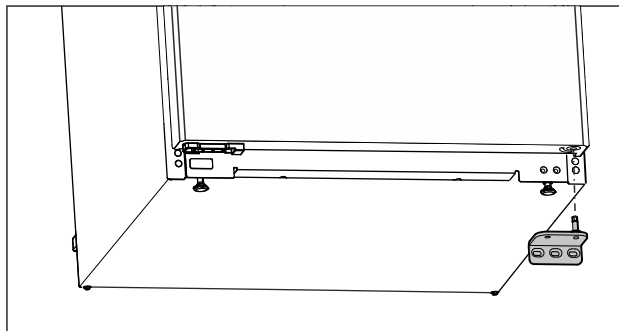

Fig. 12
- ▶ Свалете лагерната стойка надолу. (виж Fig. 12)